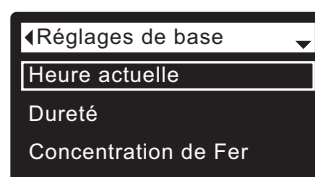

FIG. 47
3. Appuyez sur le sélecteur (O) pour afficher le menu des réglages de base (cf. Figure 47).
7. Appuyez sur le sélecteur (O) : l'afficheur revient au menu des réglages de base (cf. Figure 47).